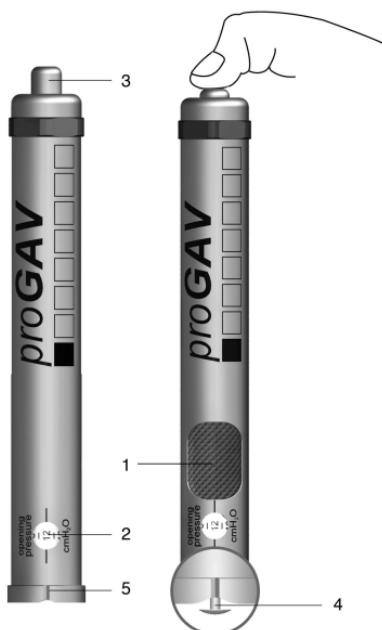

Fig. 4: proGAV Adjustment Tool
proGAV Adjustment Tool (fig. 4) servește la reglarea nivelului de presiune a valvei. Nivelul de presiune dorit se selectează prin rotirea roții de reglare (1), nivelul de presiune apărând în fereastra de afișaj (2). Instrumentul se aşază central pe valvă. Prin activarea butonului de deblocare (3), vârful reglabil (4) este împins din bază, rotorul din valvă este deblocat și presiunea de deschidere a valvei este reglată. Marcajul (5) de la proGAV Adjustment Tool trebuie să indice la așezarea pe valvă spre cateterul proximal (cel ce duce către ventricul).